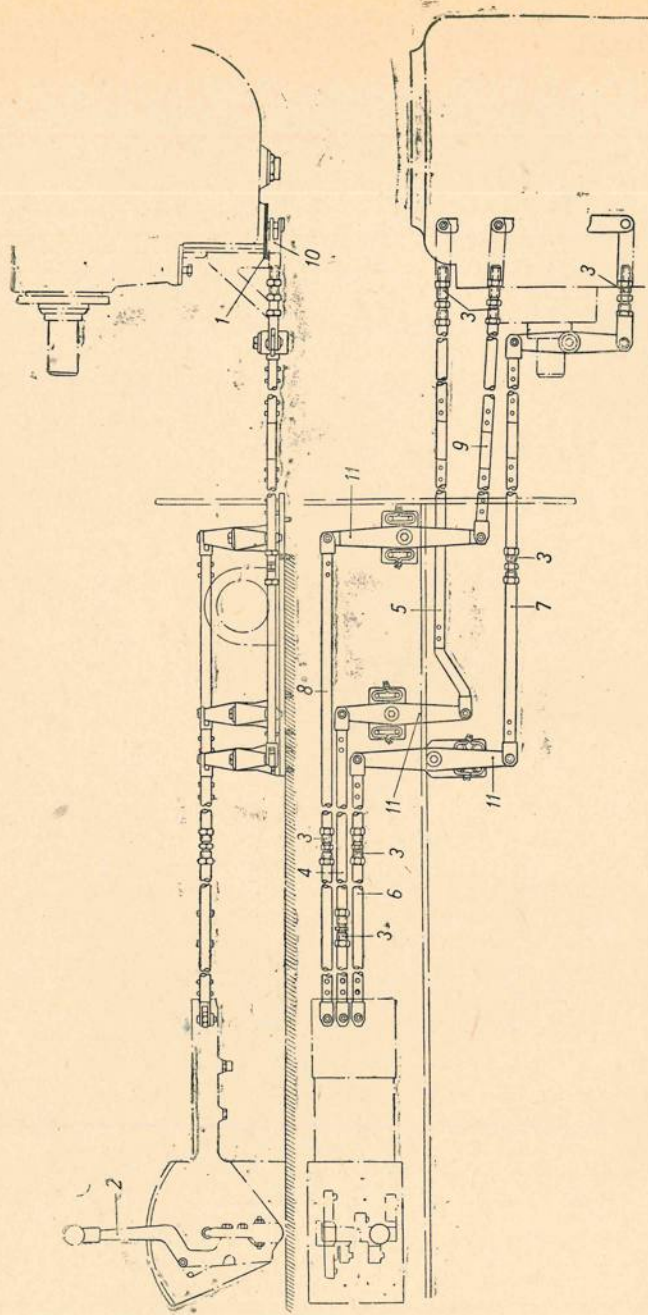

Рис. 5. Схема привода управления коробки перемены передач
2. Установить рычаг 2 (рис. 5) кулисы в нейтральное положение.
5. Установить шестерни коробки перемены передач в нейтральное положение, регулируя длину тяг 5, 9 и 7 коробки перемены передач стяжкой 3 (рис. 5); при этом средние риски на проушинах тяг 10 должны совпадать с концами соответствующих стрелок. Если замок при этом закроется, все передачи в коробке перемены передач стоят на нейтрали.
9. Установить рычаг 2 (рис. 5) кулисы в нейтральное положение.